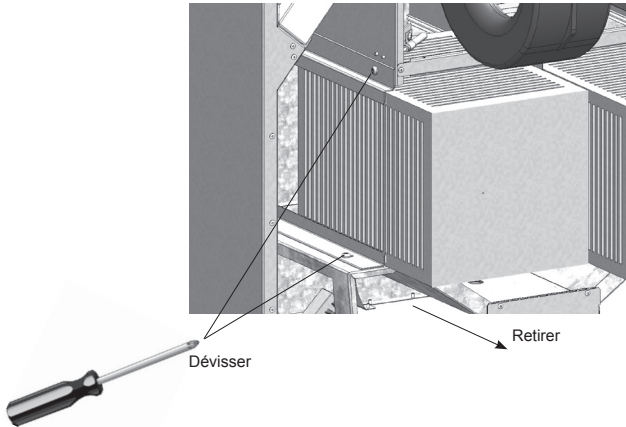

Figure 10
1. Contrôle de l'échangeur de chaleur à plaques. Vérifier et dépoussiérer celui-ci une fois par an (retirer les deux échangeurs (figure 10) et les nettoyer à l'aide d'un jet d'air comprimé ou le laver à l'eau tiède.